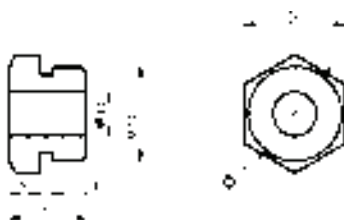

图 6-39 直径尺寸标注
4) 标注直径尺寸。单击“标注”工具栏中的“直径”按钮, 标注直径尺寸, 结果如图 6-39 所示。